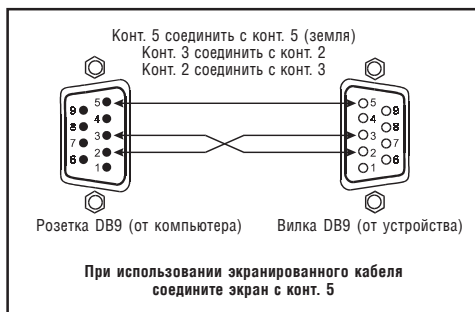

Рис. 3. Подключение к порту RS-232
- Можно также соединить порт RS-232 DB-9M на PC с портом RS-232 DB9-F на задней панели **VP-437xI** без использования нуль-модемного адаптера, как показано на рис. 3: